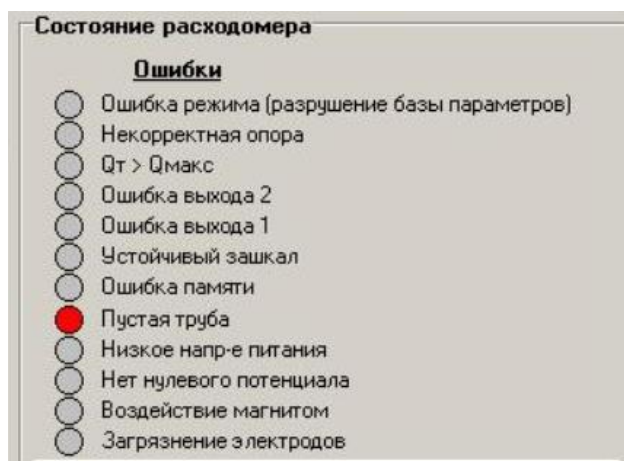

Рис.26. Вид индикации сообщений об ошибках.
5.1. Неисправности (ошибки) и нестандартные ситуации, диагностируемые расходомером, отображаются в группе **Состояние расходомера** на вкладке **Измерения** (рис.26).